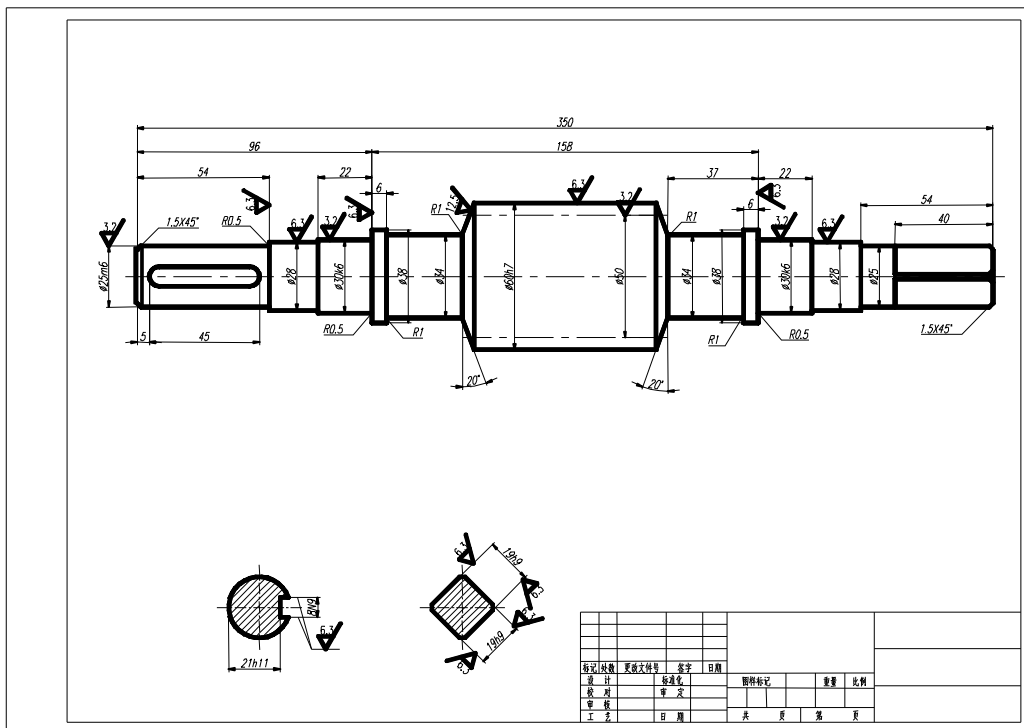

图 11-79 标注蜗杆总长
2) 使用线性标注工具，标注蜗杆总长。结果如图 11-79 所示。